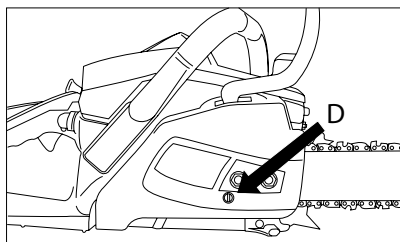

Abb. 11
1. Lösen Sie die Muttern der Schienenbefestigung (der Abdeckung zusammen mit dem Blech der Bremse), drehen Sie die Regelschraube (D) im Uhrzeigersinn, um die Kette zu spannen. Um die Spannung der Kette zu mindern, drehen Sie die Regelschraube (D) gegen den Uhrzeigersinn. Vergewissern Sie sich, dass die Kette durch die ganze Schiene umlaufend geht (Abb. 11).